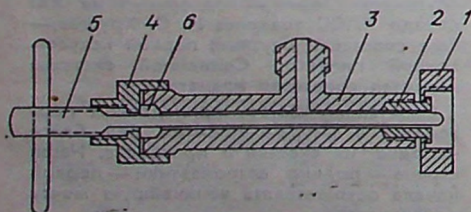

Рис. 2
Необходимо подробнее остановиться на устройстве приспособления для зарядки амортизационных стоек шасси (рис. 2). Оно состоит из накидной гайки (1) для наворачивания приспособления на резьбу зарядного клапана амортизационной стойки; переходного штуцера (2); корпуса с резьбовым штуцером (3) для соединения со шлангом крана «шасси» установки; гайки с резьбой (4), по которой, вращаясь, перемещается игла (5), отжимающая шток зарядного клапана амортизационной стойки с воротком и уплотнения (сальника) иглы (6).